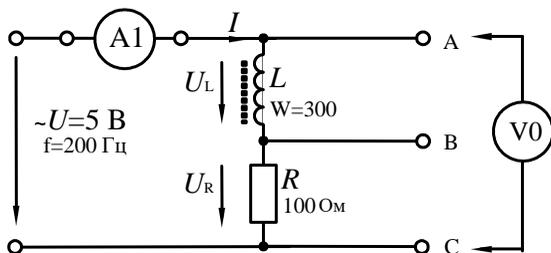

Рисунок 7 – Схема экспериментального исследования неразветвленной цепи  $RL$
1.1. Соберите цепь согласно схеме (рис. 7), подсоедините регулируемый источник синусоидального напряжения и установите его параметры:  $U=5$  В,  $f=200$  Гц. В качестве индуктивности с малым активным сопротивлением используйте катушку трансформатора 300 витков, вставив между подковами разъемного сердечника полоски бумаги в один слой (немагнитный зазор).